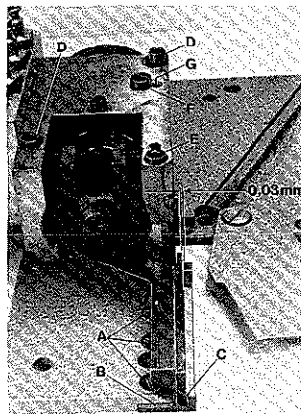

Fig. 66
Remove the three knife fastening screws (A, Fig. 66) and replace the lower knife.
The cutting edge of lower knife should be flush with the top surface of cloth plate. When assembling a new lower knife two shims (B, Fig. 66) each 0,4 mm (1/64 in.) thick, have to be placed between lower knife and cloth plate. When assembling a resharpened knife one or both shims have to be removed, according to the stock removed while grinding, in order to have the lower knife cutting edge flush with cloth plate top surface. Tighten knife fastening screws.
Entfernen Sie die drei Messerbefestigungsschrauben (A, Fig. 66) und tauschen Sie das Untermesser aus.
Die Schneide des Untermessers muß auf gleicher Höhe mit der Stoffplattenoberfläche stehen. Beim Einbau eines neuen Untermessers werden zwei je 0,4 mm dicke Unterlegbleche (B, Fig. 66) zwischen Untermesser und Stoffplatte gelegt. Beim Einbau nachgeschärfter Messer müssen, entsprechend dem abgeschliffenen Material, ein oder beide Unterlegbleche entfernt werden, damit die Untermesserschneide auf gleicher Höhe mit der Stoffplattenoberfläche ist. Ziehen Sie die Messerbefestigungsschrauben an.
Retighten screws (F). Press upper knife lever with upper knife in its down position. Cutting edges of upper and lower knife should overlap approx. 0,5 mm (.020 in.) at the knife tips (C, Fig. 66). For this adjustment, the upper knife fastening screws (F, Fig. 64) can be relocated a little bit up or down in the holes of the upper knife lever.
Release pressure of upper knife against lower knife as described in paragraph "REPLACING THE LOWER KNIFE". Loosen screws (D, Fig. 66) slightly, and keep screw (E) securely tightened. Press upper knife lever in its down position.
Remove screw (F, Fig. 66) and rotate eccentric rod (G) so that the upper and lower knife contact each other at the knife tips (C), and at the lower knife pilot arises a distance of 0,03 mm (.0012 in.) (see Fig. 66).
Make sure that eccentric rod (G, Fig. 66) does not turn while tightening screws (D) and turning in screw (F).
Ziehen Sie die Befestigungsschrauben (F) wieder an. Drücken Sie den Obermesserhebel mit dem Obermesser in die untere Stellung. Ober- und Untermesser sollen sich an den Messerspitzen (C, Fig. 66) etwa 0,5 mm überlappen. Die Obermesser-Befestigungsschrauben (F, Fig. 64) lassen sich für diese Einstellung in den Bohrungen etwas nach oben oder unten verlagern.
Lösen Sie die Schrauben (D, Fig. 66) leicht, die Schraube (E) muß fest angezogen bleiben. Drücken Sie den Obermesserhebel in die unterste Stellung.
Entfernen Sie die Schraube (F, Fig. 66) und drehen Sie den Exzenterbolzen (G) so, daß sich Ober- und Untermesser an der Spitze (C) berühren und am Untermesser-Führungszapfen ein Abstand von etwa 0,03 mm entsteht (siehe Fig. 66). Ziehen Sie die beiden Schrauben (D) wieder an und schrauben Sie die Schraube (F) wieder an.
Achten Sie darauf, daß sich der Exzenterbolzen (G, Fig. 66) beim Anziehen der Schrauben (D) und Einschrauben der Schraube (F) nicht verdreht.